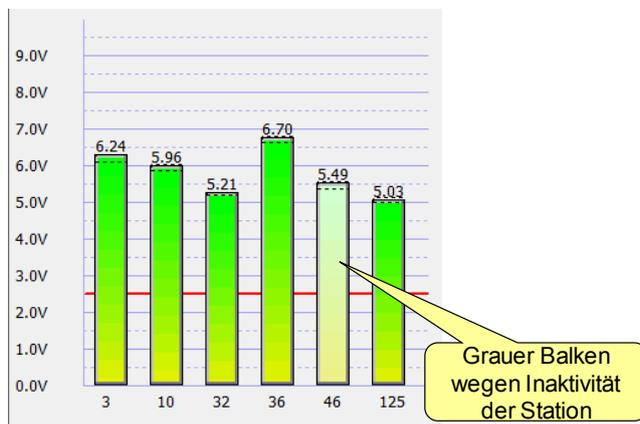

Abb. 5 - Inaktive Station im Balkendiagramm
**Abb. 5** zeigt ein Beispiel.